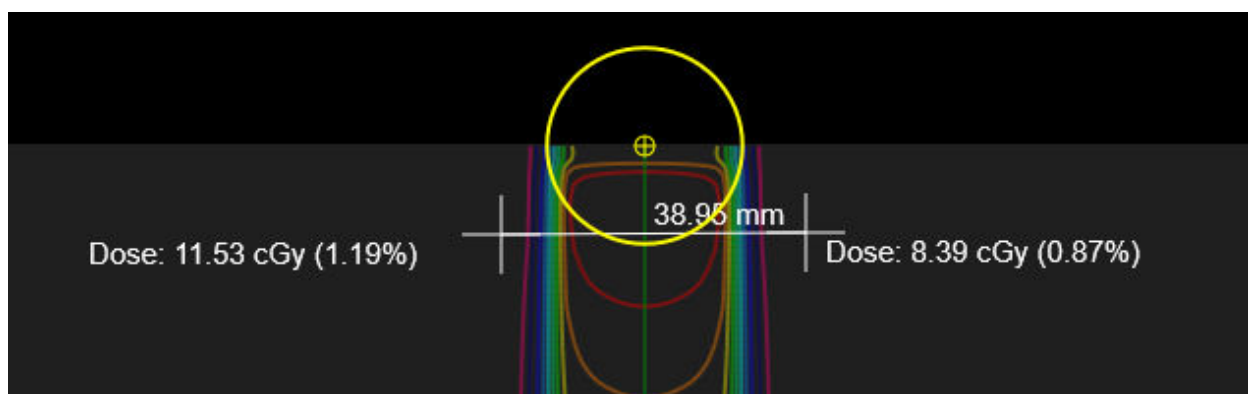

Figure 10.9 : Distance entre les réticules
6. Utilisez Ctrl + clic droit et glisser pour afficher la distance mesurée entre les deux réticules (consultez la Figure 10-9).